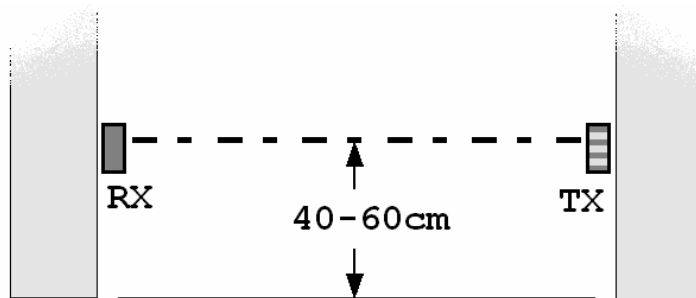

FIG. 1
1) La prima operazione è di fissare la base della prima fotocellula alla parete, rispettando un'altezza dal terreno di circa 40/60 cm (fig.1). Utilizzare le viti con gli "stop" per fissare i contenitori, la figura 2 mostra il posizionamento dei fori.